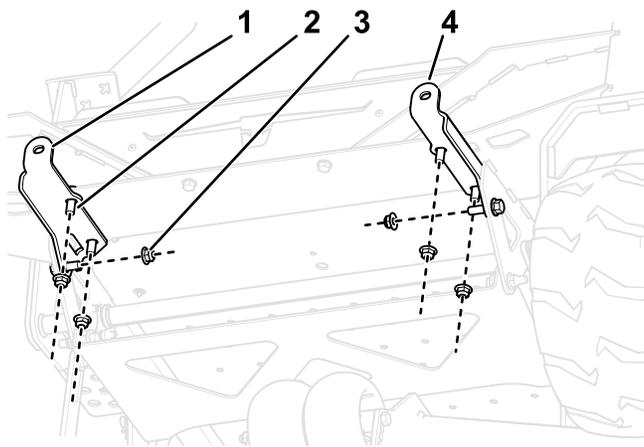

Figura 3
1. Utilice 6 pernos (3/8" x 1") y contratuercas (3/8") para sujetar los soportes de los contrapesos derecho e izquierdo a la parte delantera de la máquina, como se muestra en la Figura 3.